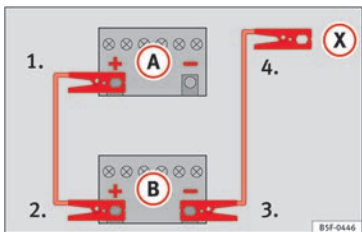

Abb. 59 Anschlusschema für Fahrzeuge ohne Start-Stopp-System.
mit der entladenen Fahrzeugbatterie (A) » » Abb. 59.
3. Klemmen Sie das andere Ende des roten Starthilfekabels an den Pluspol (+) des stromgebenden Fahrzeugs (B).
4. Bei Fahrzeugen ohne Start-Stopp-System: ein Ende des schwarzen Starthilfekabels an den Massepunkt (-) des Strom gebenden Fahrzeugs (B) » » Abb. 59 anklemmen.